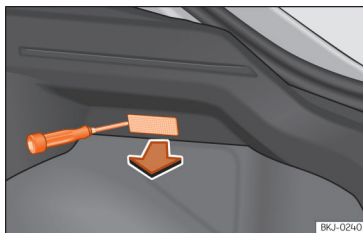

Fig. 58 Luz da bagageira.
- Extraia a tulipa pressionando o rebordo da parte interior da mesma, com a ajuda da parte plana de uma chave de parafusos »» Fig. 58.